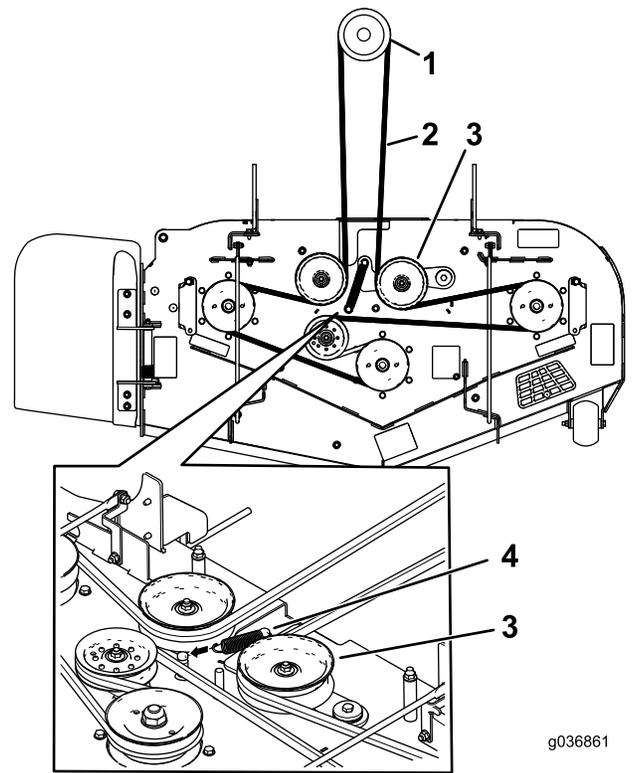

Рисунок 61
10. Встановіть новий ремень навколо шківів косарки та веденого шківів під двигун (Рисунок 61).
11. Встановіть пружину натяжного валу (Рисунок 61).